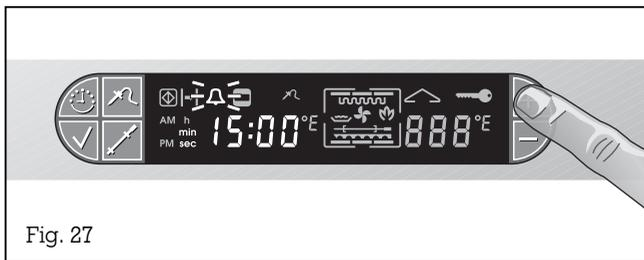

Fig. 27
- Premete il tasto + sul display. Il simbolo Δ (Timer) lampeggia (Fig. 27).